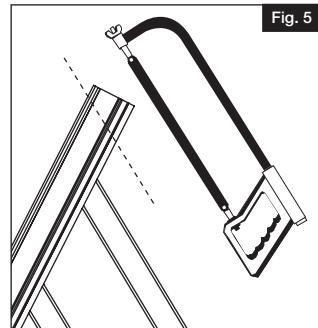

Fig. 5
Retire las pinzas del kit de escalera de los postes. Corte a lo largo de las cuatro marcas en ángulo en los travesaños (Fig. 5).
- Marque cuatro ubicaciones para los orificios de los tornillos en cada soporte. Coloque el tramo de barandal por un lado y, a continuación, taladre agujeros de  $\frac{1}{8}$ " de diámetro en cada marca (Fig. 5).